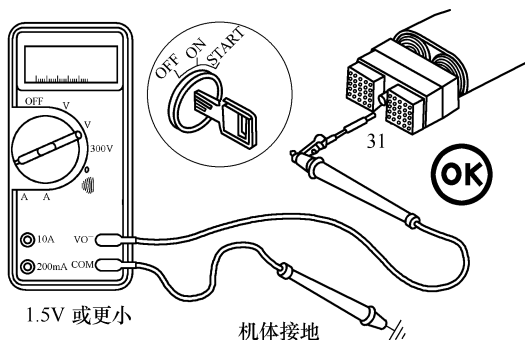

图 5-175 测量触针 31 与机体间的电压
② 重复测量触针 31 与机体间的电压(见图 5-175), 电压应小于 1.5V 。如果电压不正确, 说明存在外部电源短路, 应拆卸外部电源或维修线束导线。